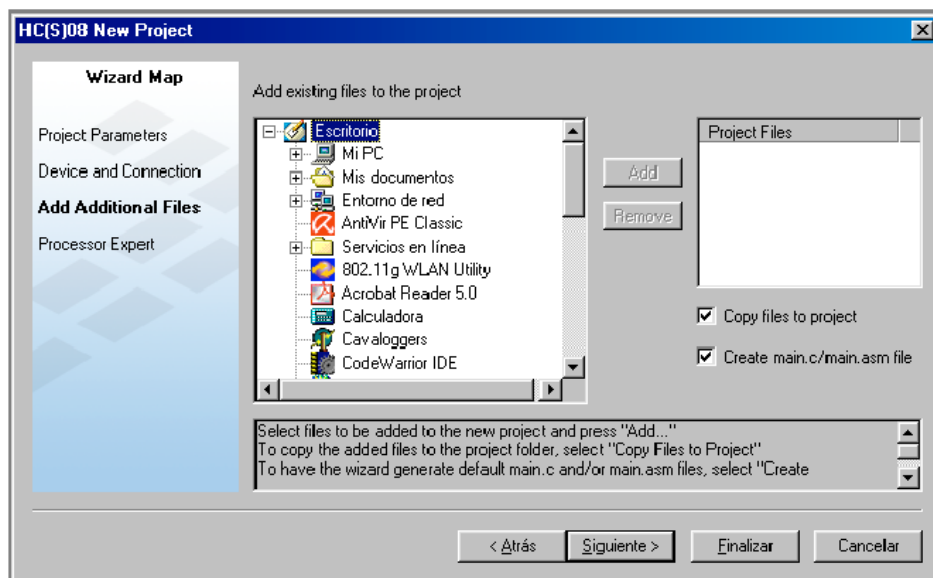

Figura 4.- Pantalla de adición de archivos al proyecto.
- 4) Al hacer click en el botón “**siguiente**” pasamos a una pantalla (**Figura 4.-**) que nos permite adicionar cualquier archivo al proyecto, para incluirlo en nuestro trabajo. En nuestro caso, saltaremos esta opción e iremos a la próxima pantalla.